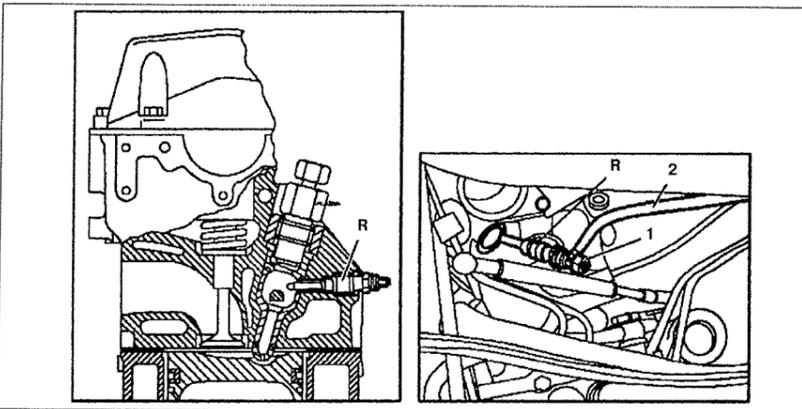

Рис. 4.72. Свечи накаливания:
3. Открутите гайку **1** (см.рис.4.72).